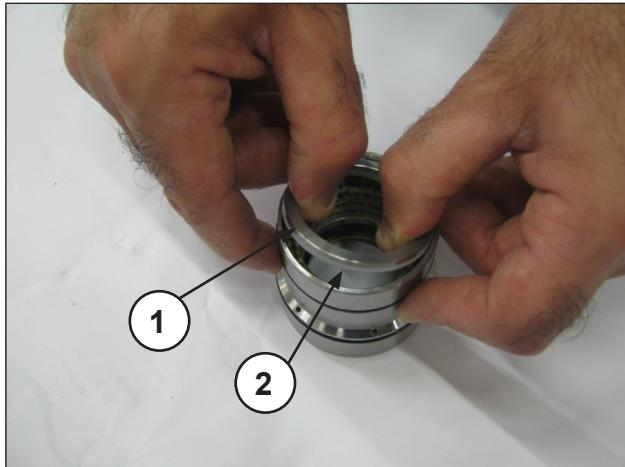
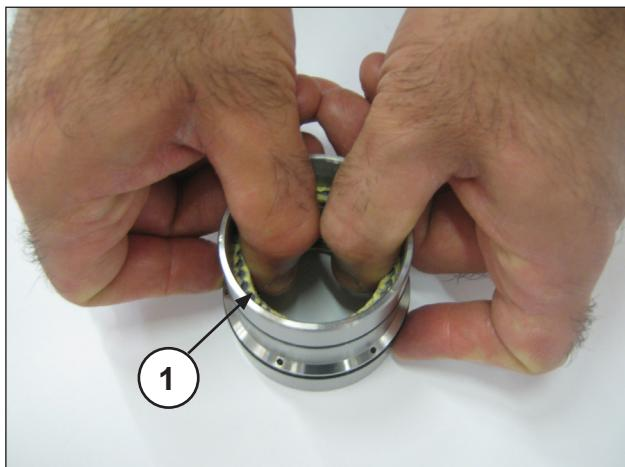

Fig. 25
Fig. 26
Separare il supporto guarnizioni dalla camicia, togliere l'anello per molla e l'anello raschiatore (pos. ①②, Fig. 25) per accedere alle guarnizioni di pressione (pos. ①, Fig. 26).